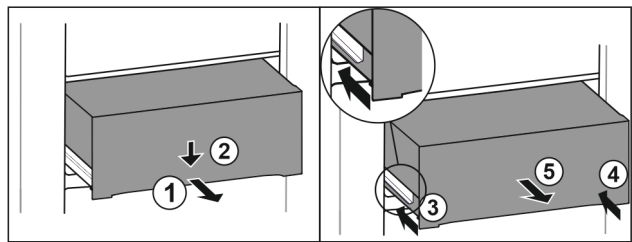

Fig. 114
- ▶ Изтеглете чекмеджето наполовина. Fig. 114 (1)
- ▶ Натиснете надолу чекмеджето от предната страна. Fig. 114 (2)
- ▶ Вкарайте лявата релса приблизително 2 cm навътре. Fig. 114 (3)
- ▶ Вкарайте дясната релса приблизително 2 cm навътре. Fig. 114 (4)
- ▶ Извадете чекмеджето напред. Fig. 114 (5)